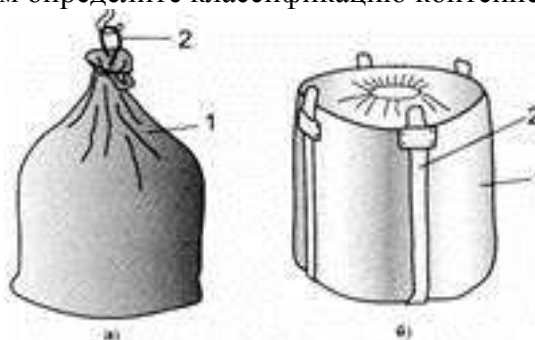

Рисунок 2.
7) По внешним признакам определите классификацию контейнера (рисунок 2)?